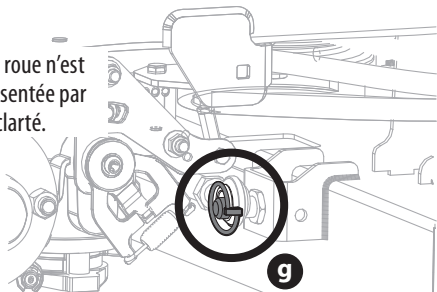

Fig. 37
4. Retirez les quatre goupilles (f) qui fixent le plateau de coupe à l'ensemble de levage du plateau de coupe (Fig. 37 à la page 93).
- Retirez la goupille (g) qui fixe la barre stabilisatrice arrière à l'arrière, du côté droit du plateau de coupe (Fig. 37).